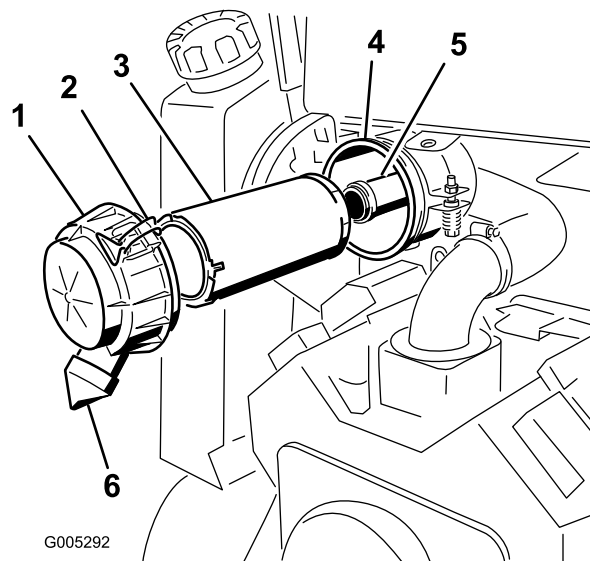

Figure 19
- Ouvrez les dispositifs de verrouillage du filtre à air et enlevez le couvercle du corps du filtre (Figure 19).
- Sortez l'élément principal du corps du filtre avec précaution et mettez-le au rebut (Figure 19). Évitez de cogner l'élément à l'intérieur du corps.
- Si vous remplacez l'élément de sécurité, sortez-le avec précaution du corps du filtre et mettez-le au rebut (Figure 19). Évitez de cogner l'élément à l'intérieur du corps.
filtre à air (Figure 19). Assurez-vous qu'il est bien engagé en appuyant fermement sur le rebord extérieur.
3. Introduisez l'élément principal dans le corps du filtre avec précaution (Figure 19). Assurez-vous qu'il est bien engagé en appuyant fermement sur le rebord extérieur.
4. Montez le couvercle, l'entretoise et fixez-les avec l'écrou du couvercle (Figure 19). Serrez l'écrou à 11 Nm (95 lb-po).
5. Montez le couvercle du filtre à air avec la sortie caoutchouc en bas, à la position 5:00 à 7:00 (vue de l'extrémité) (Figure 19) et fixez-le avec les attaches.